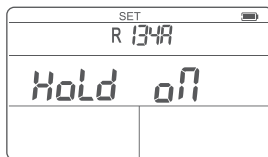

FIG. 11 Interface de configuração de compensação de temperatura
2. Pressione a tecla  três vezes para mudar para a configuração de compensação de temperatura [FIG. 11].